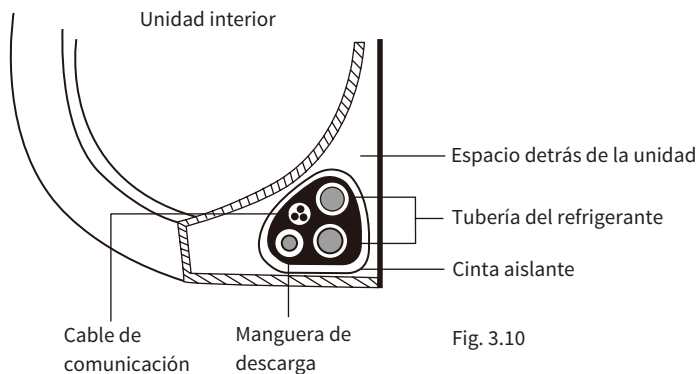

Fig. 3.10
1. Una la manguera de descarga, la tubería del refrigerante y el cable de comunicación como se muestra en la Fig. 3.10
3. Use cinta adhesiva para envolver firmemente el cable de comunicación, las tuberías del refrigerante y la manguera de descarga. Compruebe que todos los elementos hayan quedado unidos como se muestra en la Fig. 3.10.